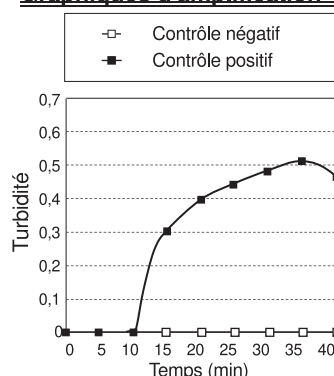

Fig. 1 : Graphique d'amplification pour les contrôles.
- (1) Configurer le turbidimètre en temps réel HumaTurb C+A pour la détection avec ce produit.
- (2) Vérifier que la température affichée atteigne 67,0 °C (laisser le turbidimètre se réchauffer pendant 20 minutes avant de l'utiliser).
- (3) Placer les tubes de réaction et commencer la mesure.
- (4) Surveiller l'affichage du turbidimètre et vérifier les contrôles positifs et négatifs pour toute augmentation de la turbidité. Si la turbidité augmente dans le contrôle positif mais pas dans le contrôle négatif, la réaction d'amplification se déroule correctement (fig. 1). En revanche, si une autre situation se produit, la réaction d'amplification peut se dérouler de manière incorrecte. Dans ce cas, retester les échantillons concernés.
- (5) Confirmer la fin de l'inactivation de la polymérase (automatiquement réalisée par le turbidimètre). Retirer tous les tubes de réaction du turbidimètre en temps réel HumaTurb C+A et les jeter sans les ouvrir.
Après avoir confirmé que la turbidité augmente dans le contrôle positif mais pas dans le contrôle négatif, évaluer les échantillons selon les critères suivants (fig. 1 et 2).